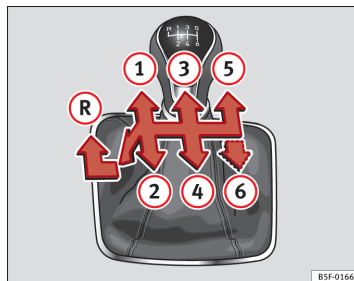

Fig. 89 Schéma d'une boîte mécanique 5 vitesses ou 6 vitesses. ►
Les positions de chacune des vitesses sont représentées sur le levier de vitesses → fig. 89.
- Déplacez le levier de vitesses complètement vers la gauche et ensuite vers l'avant pour le placer en position de marche arrière → fig. 89 (R).